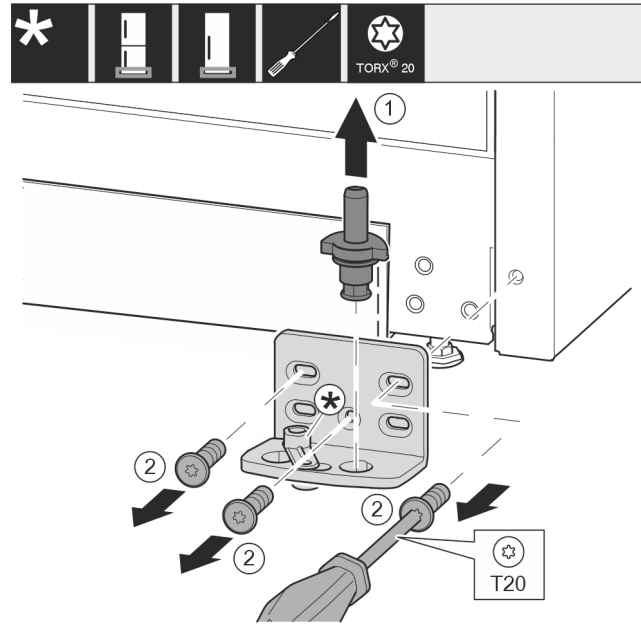

Fig. 9
- ▶ Lagerbolzen komplett nach oben herausziehen. Fig. 9 (1)
- ▶ Schrauben mit Schraubendreher T20 herausdrehen und Lagerbock abnehmen. Fig. 9 (2)